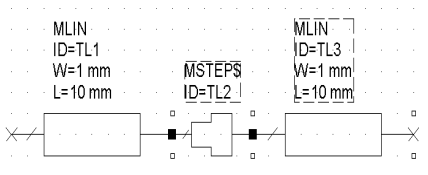

Рис. 2.1
5. Щёлкните по подгруппе **Junctions**. Найдите элемент **MSTEP\$**, перетащите его в окно схемы и подключите к правому выводу элемента **MLIN**. Щёлкните по элементу **MLIN**, чтобы выделить его. Щёлкните по значку **Copy** и затем по значку **Paste** на панели инструментов. Подключите скопированный элемент к правому выводу элемента **MSTEP\$** (рис. 2.1).
6. Щёлкните по элементу **MSTEP\$**, нажмите клавишу **Shift** и щёлкните по второму элементу **MLIN**. Оба эти элемента должны быть выделены (рис.2.1). Щёлкните по значку **Copy** и затем по значку **Paste** на панели инструментов. Подключите скопированные элементы к правому выводу схемы.